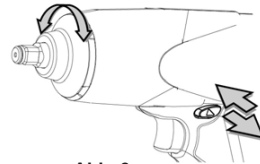

Abb. 3
4. Zum Umkehren der Maschine (siehe Abb. 3) verwenden Sie den Vorwärts-/Rückwärts-Stift an der Antriebseinheit. Die Drehrichtungen werden zudem auf der Vorderseite des Handgriffs dargestellt.